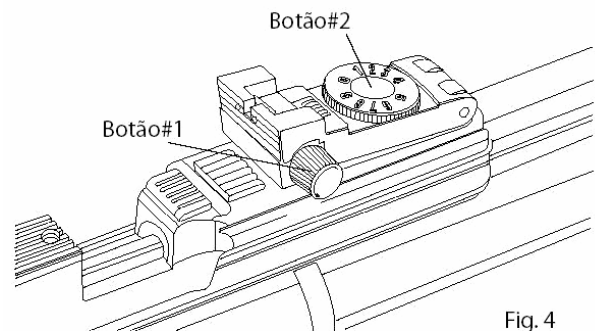

Fig. 4
- Se o tiro estiver deslocado para a esquerda do alvo, gire o botão #1 no sentido horário. (Fig. 4)
- Se o tiro estiver deslocado para a direita do alvo, gire o botão #1 no sentido anti-horário. (Fig. 4)
- Se o tiro estiver deslocado para cima, gire o botão #2 no sentido horário. (Fig. 4)
- Se o tiro estiver deslocado para baixo, gire o botão #2 no sentido anti-horário. (Fig. 4)